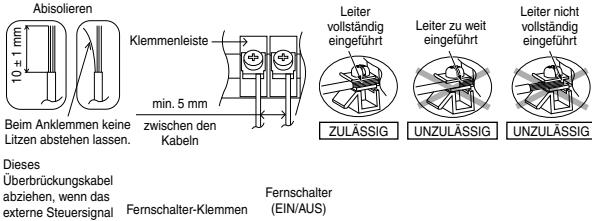

Abbildung 4.2: Anschluss des Fernschalters
- Als Fernschalter ist ein einpoliger Schalter mit einem Kontaktabstand von min. $3,0 \text{ mm}$ zu verwenden. (siehe Abbildung 4.2). Dessen Kabel muss ein $(2 \times \min. 0,5 \text{ mm}^2)$ doppelt isoliertes PVC- oder Polychloropropen-ummanteltes Kabel sein.
- Bei Verwendung der Solarstation muss die Zusatzplatine für Solaranbindung ④ (wahlweise) im Kompaktgerät installiert werden. Einzelheiten zum Einbau siehe in der Installationsanleitung der Zusatzplatine für Solaranbindung.